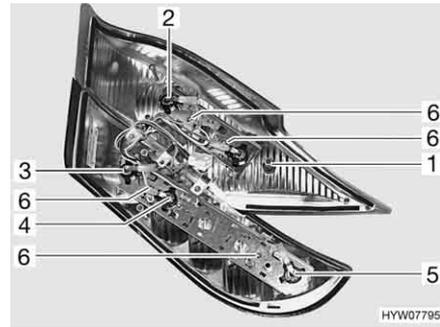

Fig. 227 Luci posteriori (lato posteriore)
- Svitare le due viti Torx (Fig. 227,6) del rispettivo listello di supporto poste sul lato posteriore dell'involucro.